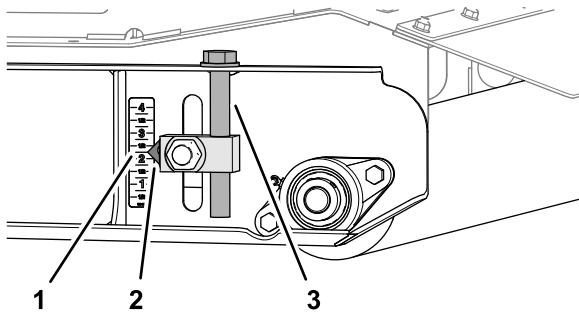

Bild 83
5. Heben Sie die linke und rechte Schnitthöheverstellung an der hinteren Rolle auf die 2 1/4" Markierung auf dem Aufkleber an (Bild 83).